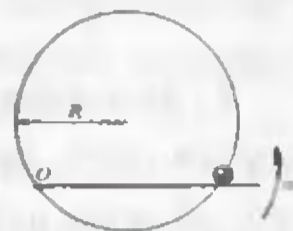

Рис.3
10. Бусинка может двигаться по неподвижному кольцу радиуса R , подталкиваемая спицей, равномерно вращающейся с постоянной угловой скоростью ω в плоскости кольца (рис. 3). Ось вращения спицы проходит через точку O кольца. Определите ускорение бусинки. Бусинка и спица при движении касаются друг друга.